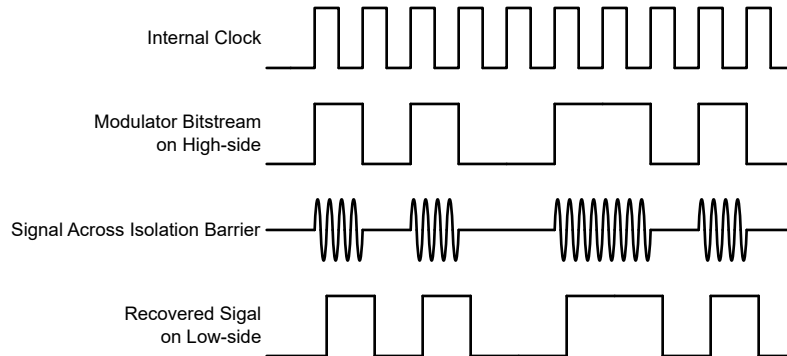

図 7-1. OOK ベースの変調方式
図 7-1 に示されているように、AMC0381R は、オン / オフ キーイング (OOK) 変調方式を使用して、変調器の出力ビットストリームを、 SiO_2 ベースの絶縁膜間で伝送します。送信ドライバ (TX) をに 機能ブロック図 示します。TX は、内部で生成された高周波キャリアを絶縁バリア越しに送信し、デジタル 1 を表現します。ただし、TX はデジタル 0 を表す信号を送信しません。AMC0381R で使用されるキャリアの公称周波数は 480MHz です。